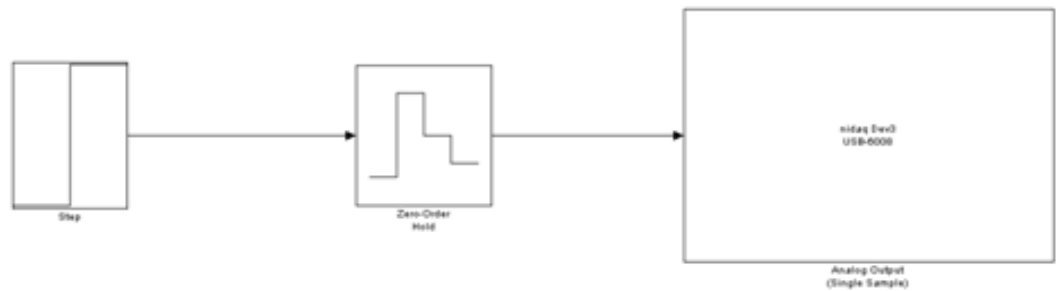

Figura 3.
3. Completar el diseño con las señales a sacar (una muestra de cada una), seguido de un retenedor de orden cero (zero-order Hold), (ver Figura 3).